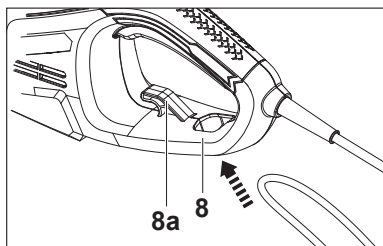

Fig. 2
1. Dobre a extensão num laço com cerca de 30cm da extremidade e conduza o laço a través do buraco. Puxe-o sobre o retentor do cabo (8a) e estique delicadamente o cabo para garantir que está firme (Fig. 2, 3).